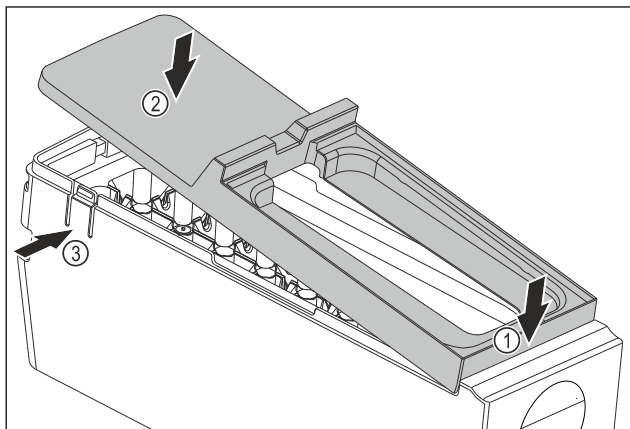

Fig. 123
- ▶ Afdekking van de EasyTwist-Ice-corpus monteren: Afdekking voor bevestigen. Fig. 123 (1)
- ▶ Afdekking achter neerlaten. Fig. 123 (2)
- ▶ Afdekking klikt hoorbaar in beide strips Fig. 123 (3) vast.